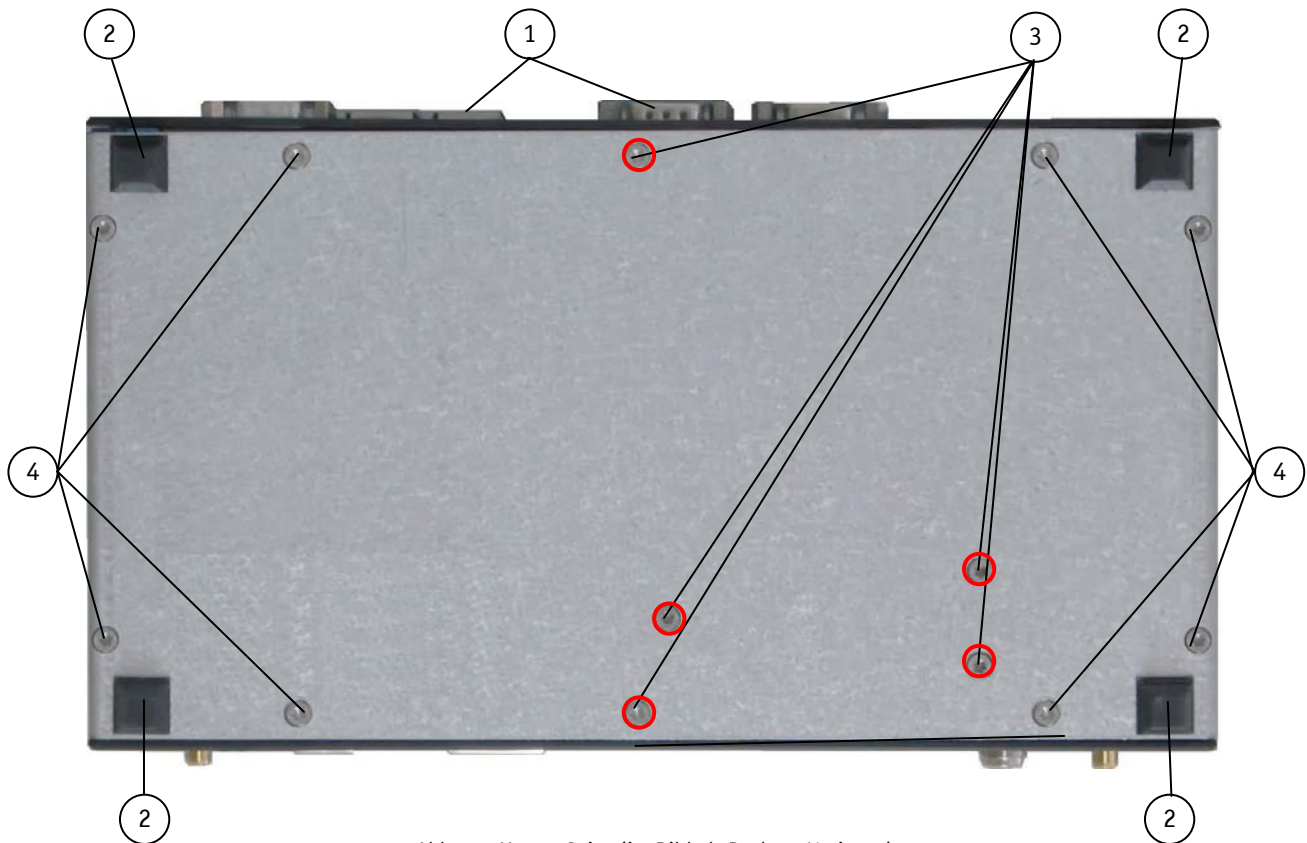

Abb. 19: Untere Seite (im Bild als Desktop-Variante)
Lösen oder entfernen Sie nicht die Torx-Schrauben (Abb. 19, Pos. 3) and (Abb. 19, pos. 4).
Für die Tisch- und Wandmontage: Befestigen Sie an das System nur die Halterungen (Abb. 25 und Abb. 26) mit den Schrauben (Abb. 19, Pos. 4).